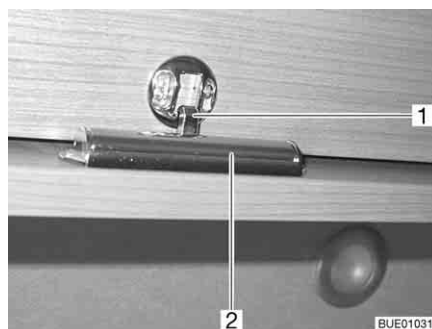

Fig. 50 Sportello del mobile con bottone automatico
- Esercitare una pressione sulla parte interna della serratura. Il bottone a pressione scatta all'infuori (Fig. 50).